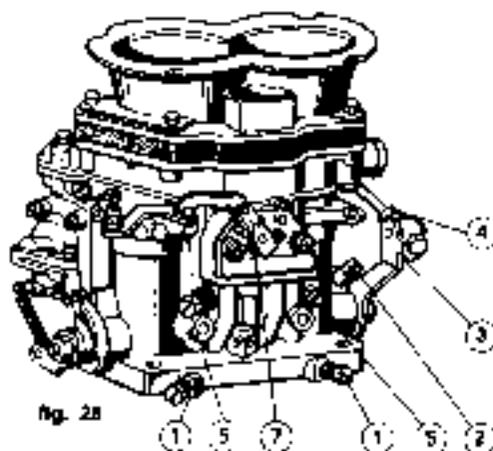

fig. 28
- 4 - Svitare la vite registro farfalla (2, fig. 28), sverilarla fino a legger contatto con la leva ed avvitare ancora di un giro.
- 5 - Allentare il controdado della vite registro aria (5, fig. 28) ed avvitare a fondo, senza forzare, lasciando poi lento il controdado.
- 6 - Avvitare a fondo la vite miscela minima (1, fig. 28), senza forzare, quindi sverilarla di un giro e mezzo.
- 4 - Desserrer la vis de réglage papillons (2, fig. 28), la revisser jusqu'à ce qu'il ait un léger contact avec la levier et donner un autre tour de vis.
- 5 - Desserrer le contre-écrou de la vis de réglage air (5, fig. 28) et visser à fond, sans forcer, en laissant le contre-écrou un peu lâche.
- 6 - Visser à fond la vis mélange ralenti (1, fig. 28), sans forcer; la dévisser ensuite d'un tour et demi.
- 4 - Unscrew throttle adjusting screw (2, fig. 28), screw it again till it comes slightly into contact with lever and screw it one turn more.
- 5 - Slacken the counter nut of air adjusting screw (5, fig. 28) and screw throughly leaving unfastered the counter-nut.
- 6 - Screw throughly idler fuel mixture screw (1, fig. 28) without tightening, then unscrew 1 1/2 turn.
a - Se i valori di depressione nei due condotti di un carburatore sono uguali, allacciare i controdati della vite (5, fig. 28); in caso contrario svitare la vite di regolazione dell'aria di compensazione (5) corrispondente al cilindro il cui valore di depressione risulta più basso, fino a raggiungere lo stesso valore del cilindro corrispondente all'altro condotto del medesimo carburatore. Bloccare poi i controdati.
b - Equilibrare la depressione fra i tre carburatori agendo sulla vite (2, fig. 28).
c - Agire sulla vite regolatore miscela minimo (1, fig. 28) fino ad ottenere, cilindro per cilindro, la dose ottimale del litro di miscela. Nell'eventualità che, effettuate le operazioni (b, c), venisse alterata l'equilibratura fra i carburatori, è necessario ripetere le operazioni (a, b).
a - Si les valeurs de dépression dans les deux conduits d'un carburateur sont égales, bloquer les contre-écrous de la vis (5, fig. 28); dans le cas contraire, desserrer la vis de réglage de l'air de compensation (5) correspondant au cylindre dont la valeur de dépression est la plus basse, jusqu'à atteindre la même valeur que celle du cylindre correspondant à l'autre conduit du même carburateur. Bloquer les contre-écrous.
b - Equilibrer la dépression entre les trois carburateurs en agissant sur la vis (2, fig. 28) (Le Synchro-Test doit donner la même chose sur chaque carburateur) de façon à ce que le régime du moteur soit environ 800 tours'.
c - Agir sur les vis de réglage mélange minimum (1, fig. 28) jusqu'à obtenir, cylindre par cylindre, le dosage optimal du litre du mélange.
a - If the vacuum values in the two ducts of a carburetor are equal lock the counter nuts of screw (5, fig. 28); otherwise slacken air adjustment screw (5) corresponding to the cylinder where vacuum values is lower up to "reachment same value of the other cylinder then lock the counter nuts.
b - Adjust equally vacuum among the three carburetors by acting on screw (2, fig. 28); the synchro-test should report the same value with engine running at 800 r.p.m.
c - Operate on idle mixture adjusting screws (1, fig. 28) until the optimum mixture strength has been obtained for each cylinder.
a - Se le depressioni nei due condotti di un carburatore sono uguali, bloccare i controdadi della vite (5, fig. 28); in caso contrario svitare le vite (5) di regolazione dell'aria di compensazione corrispondente al cilindro il cui valore di depressione risulta più alto fino a raggiungere lo stesso valore del cilindro corrispondente all'altro condotto del medesimo carburatore. Bloccare poi i controdadi.
a - Si les valeurs de dépression dans les deux conduits d'un carburateur sont égales, bloquer les contre-écrous de la vis (5, fig. 28); dans le cas contraire, desserrer la vis de réglage de l'air de compensation (5) correspondant au cylindre dont le valeur de dépression est la plus élevée, jusqu'à atteindre la même valeur que celle du cylindre correspondant à l'autre conduit du même carburateur. Bloquer les contre-écrous.
a - If vacuum in the two ducts of a carburetor are equal, lock the counter nut of screw (5, fig. 28); otherwise unscrew the air adjusting screw (5) corresponding to the cylinder where the vacuum value is higher, in order to reach the same value of the cylinder corresponding to the other duct of the same carburetor. Lock the counter nuts.
b - Operando con una sola serie di vuotometri equilibrare la depressione fra i tre carburatori agendo sulla vite (2, fig. 28) (i tre vuotometri devono indicare lo stesso valore) in modo che il regime del motore sia di circa 800 g'.
c - Agire sulle viti registro miscela minimo (1, fig. 28) fino ad ottenere, cilindro per cilindro, l'ottima dosatura del titolo della miscela. Nell'eventualità che, effettuata le operazioni (b, c), venisse alterato l'equilibrio dei vuotometri, è necessario ripetere le operazioni (a, b).
e - Sostituire i raccordi dei vuotometri con i tappi filettati (A, fig. 28) e rimontare il filtro aria.
b - En opérant qu'avec une seule série de vuomètres équilibrer la dépression entre les trois carburateurs en agissant sur la vis (2, fig. 28) (les trois vuomètres doivent donner la même valeur) de façon à ce que le régime du moteur soit environ 800 tours'.
c - Agir sur les vis de réglage mélange ralenti (1, fig. 28) jusqu'à obtenir, cylindre par cylindre, le dosage optimal du titre du mélange.
e - Remplacer les raccords des vuomètres par les bouchons filetés (A, fig. 28) et remonter la filtre à l'air.
b - By operating with only one set of vacuum-gauges, adjust the vacuum value among the three carburetors acting with screw (2, fig. 28) - (the three gauges must indicate the same value - i.e. that the engine is running at 800 r.p.m. approx.
c - By acting with the idle adjustment screws (1, fig. 28) each cylinder, reach the optimum mixture strength. After operations (b, c) the tuning of the gauges is altered, it is necessary to repeat operations (a, b).
e - Replace the gauges pipes with the plugs (A, fig. 28) and remount the air filter.